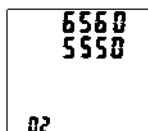

图 3-
第 2 屏(图 3)：第一行显示第四路测量的温度是 23 ；第二行显示第五路测量的温度为 22 ；第三行显示第六路测量的温度为 22 ；第四行：02 为 02 屏显示、22 表示当前的环境温度为 22 ；第五行显示当前的日期为 2011 年 05 月 18 日。
6.1.3、设置温度上、下限(图3)